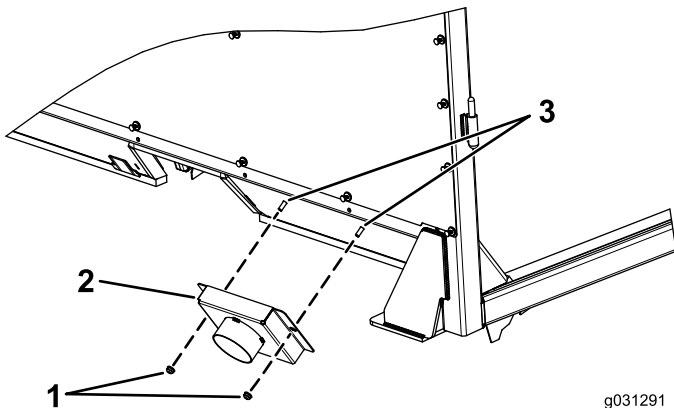

図 1
2. 既存のプレートを固定しているボルトのナットを外す 図 1。
3. ナットを外したボルトに、インテークフードの左右にある穴を合わせて取り付ける 図 1。
4. 先ほど外したナット2個を取り付ける 図 1。